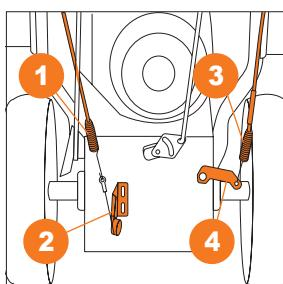

Рис. 4.1
- Зацепите левый тросик привода на колеса 1 в специальном кронштейне 2 в нижней части машины 3 в нижней части машины (Рис. 4.1).
- Зацепите правый тросик привода на щетку 4 в специальном кронштейне 5 в нижней части машины (Рис. 4.1).